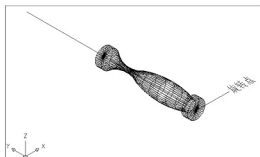

图 6.48 使用旋转曲面生成的花瓶
- (4) 在**指定起点角度 <0>**: 提示下, 输入“0”, 表示从 0° 开始旋转。
- (5) 在**指定包含角 (+= 逆时针, -= 顺时针) <360>**: 提示下, 输入“360”, 表示将围绕旋转轴旋转 360°, 即一周。结果生成如图 6.48 所示的花瓶, 它是由网络面组成的。
- (1) 执行菜单栏中的【修改】|【三维操作】|【三维旋转】命令。
- (2) 在**选择对象**:提示下,选择图 6.48 中的花瓶模型。
- (3) 在**指定轴上的第一个点或定义轴依据 [对象 (O)/最近的 (L)/视图 (V)/X 轴 (X)/Y 轴 (Y)/Z 轴 (Z)/两点 (2)]:**提示下,输入“X”,表示将围绕 X 轴进行旋转。
- (4) 在**指定 X 轴上的点 <0,0,0>**:提示下,捕捉如图 6.48 所示的旋转点。